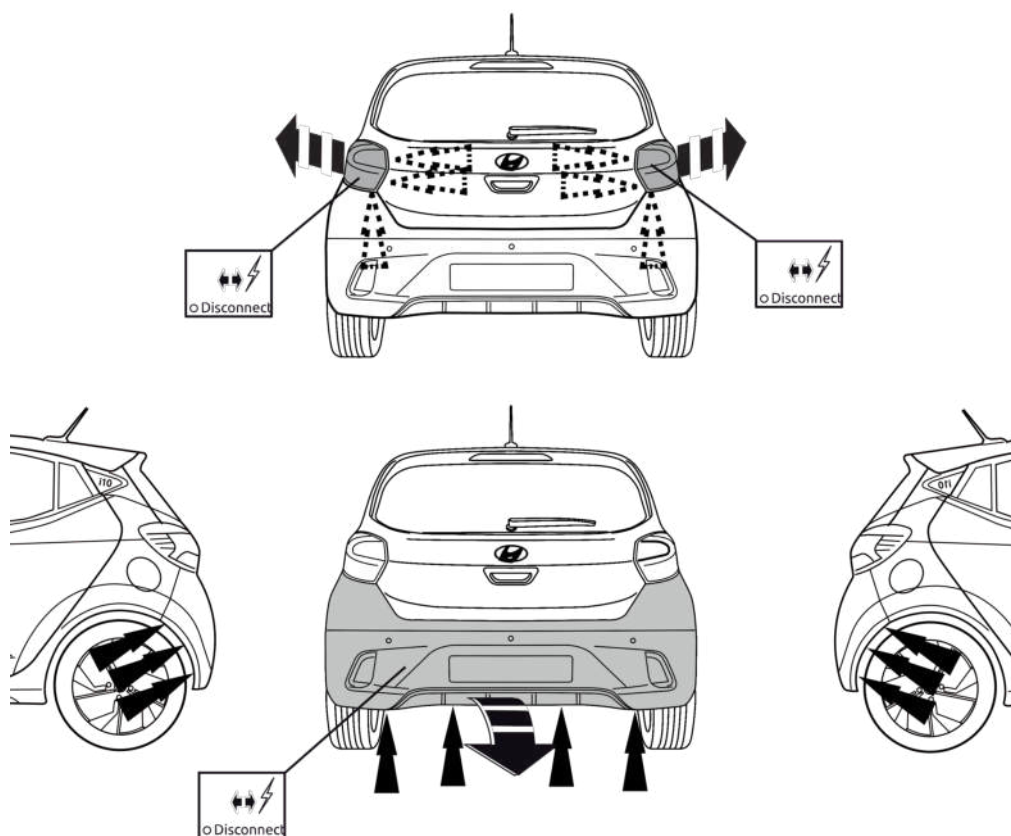

Fig. 1
- 1. Снять оба блока задних фар. Снять пластмассовые защитные колпаки. Снять бампер. См. рисунок 1.